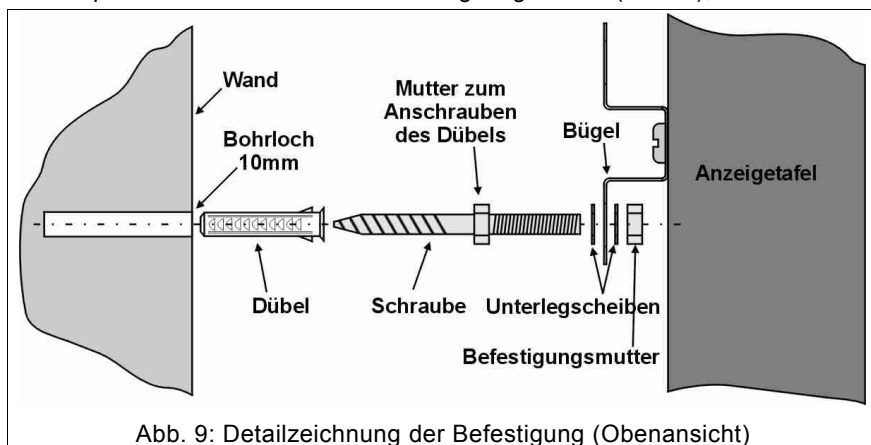

Abb. 9: Detailzeichnung der Befestigung (Obenansicht)
- Den Dübel in jedes der beiden Bohrlöcher stecken und dann die Schraube zuschrauben, indem die Mutter mit dem entsprechenden 13 mm Schlüssel angezogen wird (Abb. 9); danach die Unterlegscheibe anbringen.